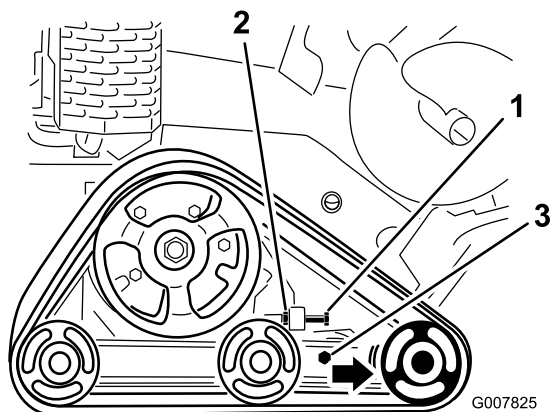

Figura 49
3. Afloje la contratuerca del perno tensor de la oruga, y los pernos de fijación del brazo tensor (Figura 49).
4. Apriete el perno tensor a 32,5–40,7 Nm para tensar la oruga (Figura 49).
4. Afloje el perno tensor y la contratuerca (Figura 49).
5. Afloje los pernos de fijación (Figura 49).